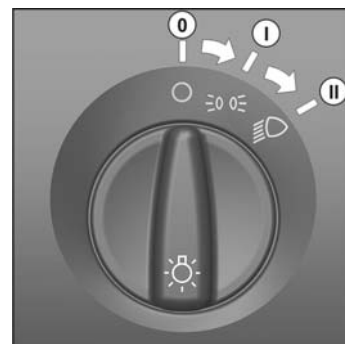

Рис. 5.2. Центральный переключатель света
**1 – центральный переключатель света.** Переключатель имеет три фиксированных положения (рис. 5.2):